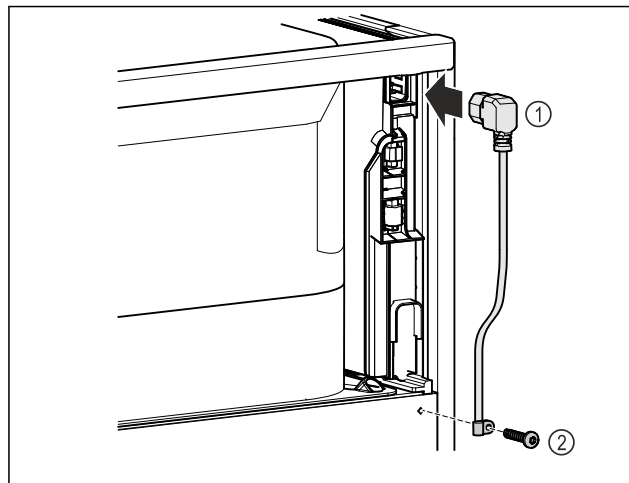

Fig. 72
- Inserire la presa del frigorifero del cavo di alimentazione Fig. 72 (1) sul retro dell'apparecchiatura.
- Montare il serracavo. Fig. 72 (2)